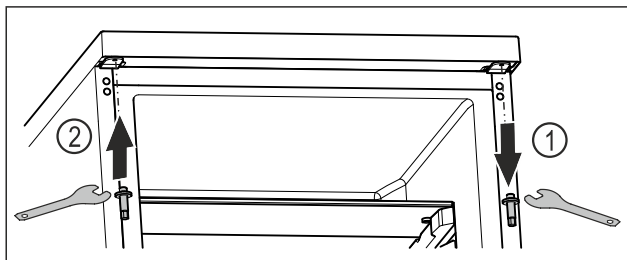

Fig. 14
- ▶ Odšroubujte horní čep imbusovým klíčem. Fig. 14 (1)
- ▶ Čep na opačné straně utáhněte imbusovým klíčem. Fig. 14 (2)